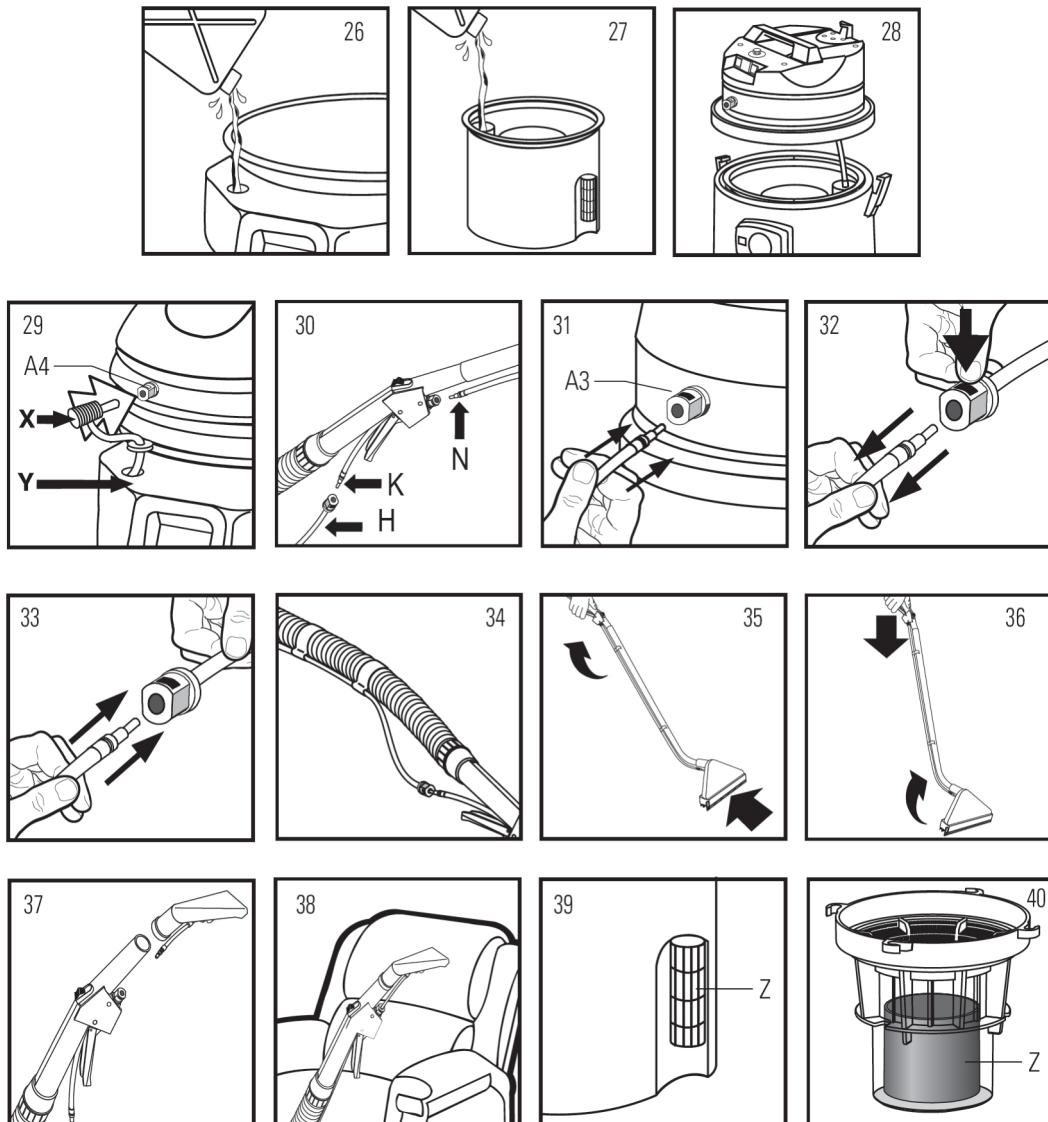

Abb. 14: Reinigen mit dem Injektionssaugsystem
- Bei Benutzung des Filterpapiers beachten Sie das Bild 14.
- Bei den Modellen mit Innenbehälter, den Behälter mit Flüssigkeitsventil D einfügen (Bild 14)